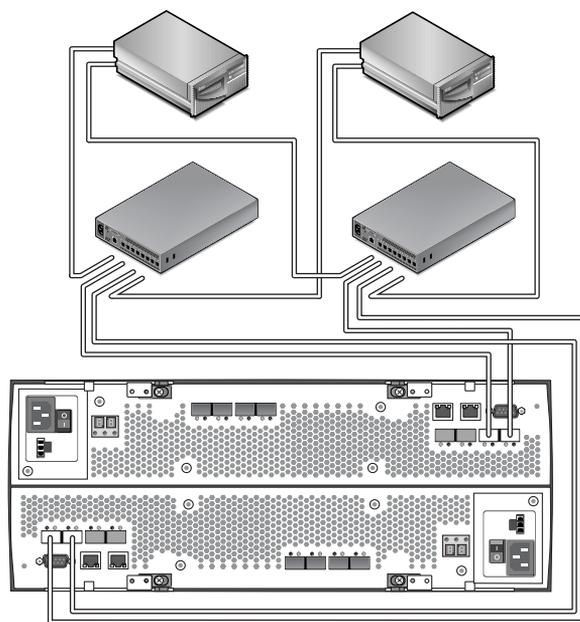

図 3-4 クロス接続のスイッチの配線
- 図 3-4 は、クロス接続のスイッチ経由でのデータホストの接続を示しています。
注 – 図 3-4 の構成は、Sun Cluster 環境を使用している場合はサポートされません。